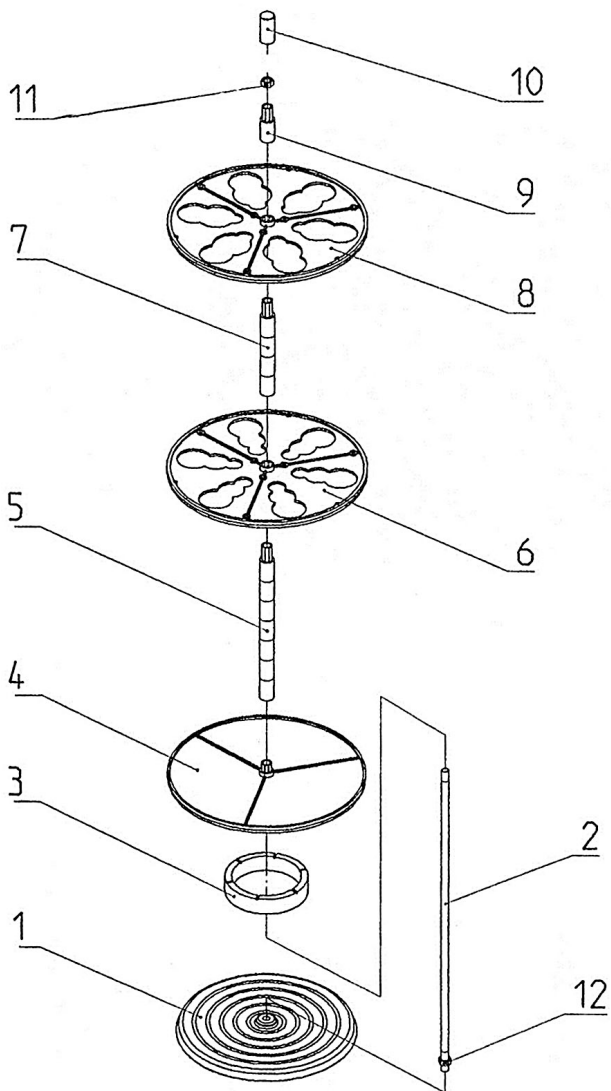
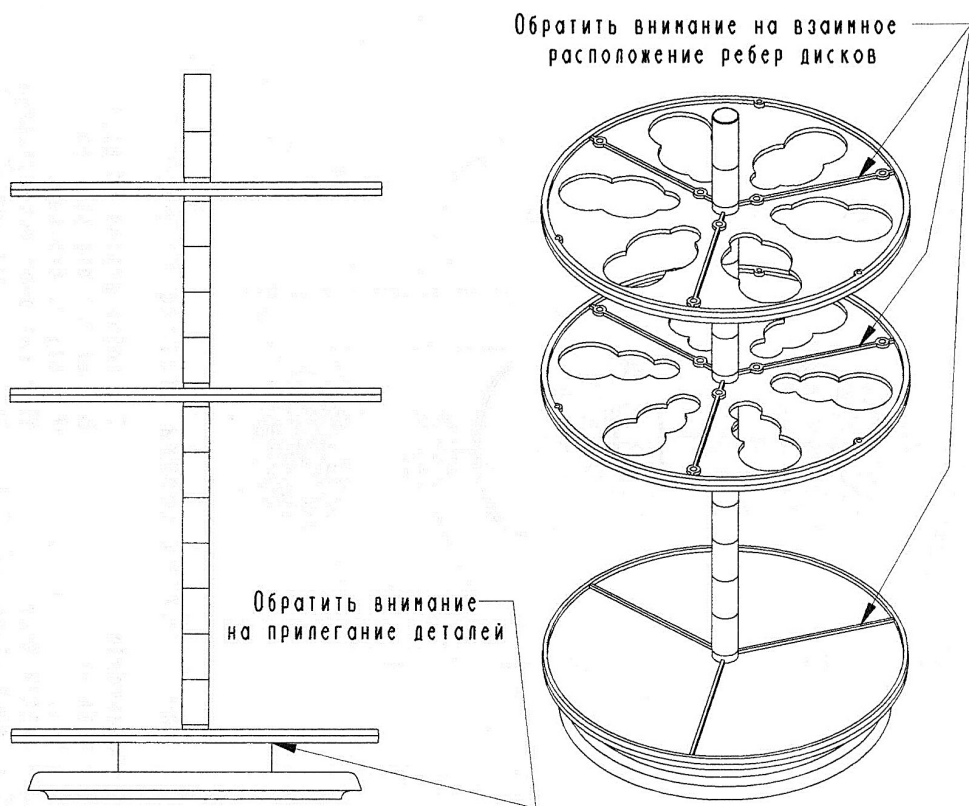

Рисунок 1
Рисунок 2
Сборка штатива производится пользователем в соответствии с прилагаемой схемой сборки (Рисунок 1) с учётом замечаний (Рисунок 2), в последовательности, описанной ниже.
- 3.6. Удерживая диск 4 и кольцо 3 в совмещённом положении, надеть их на шпильку 2 и переместить вниз до упора кольца 3 в основание 1. После этого проконтролировать совпадение пазов кольца и рёбер на диске (Рисунок 2).
- 3.8. Установить первый диск 6 фирменным логотипом вверх. При этом вращением подобрать такое его положение, в котором рёбра дисков 4 и 6 совпадают (Рисунок 2).
- 3.10. Установить второй диск 8 фирменным логотипом вверх. При этом так же вращением подобрать такое его положение, в котором ребра дисков 6 и 8 совпадают (Рисунок 2).